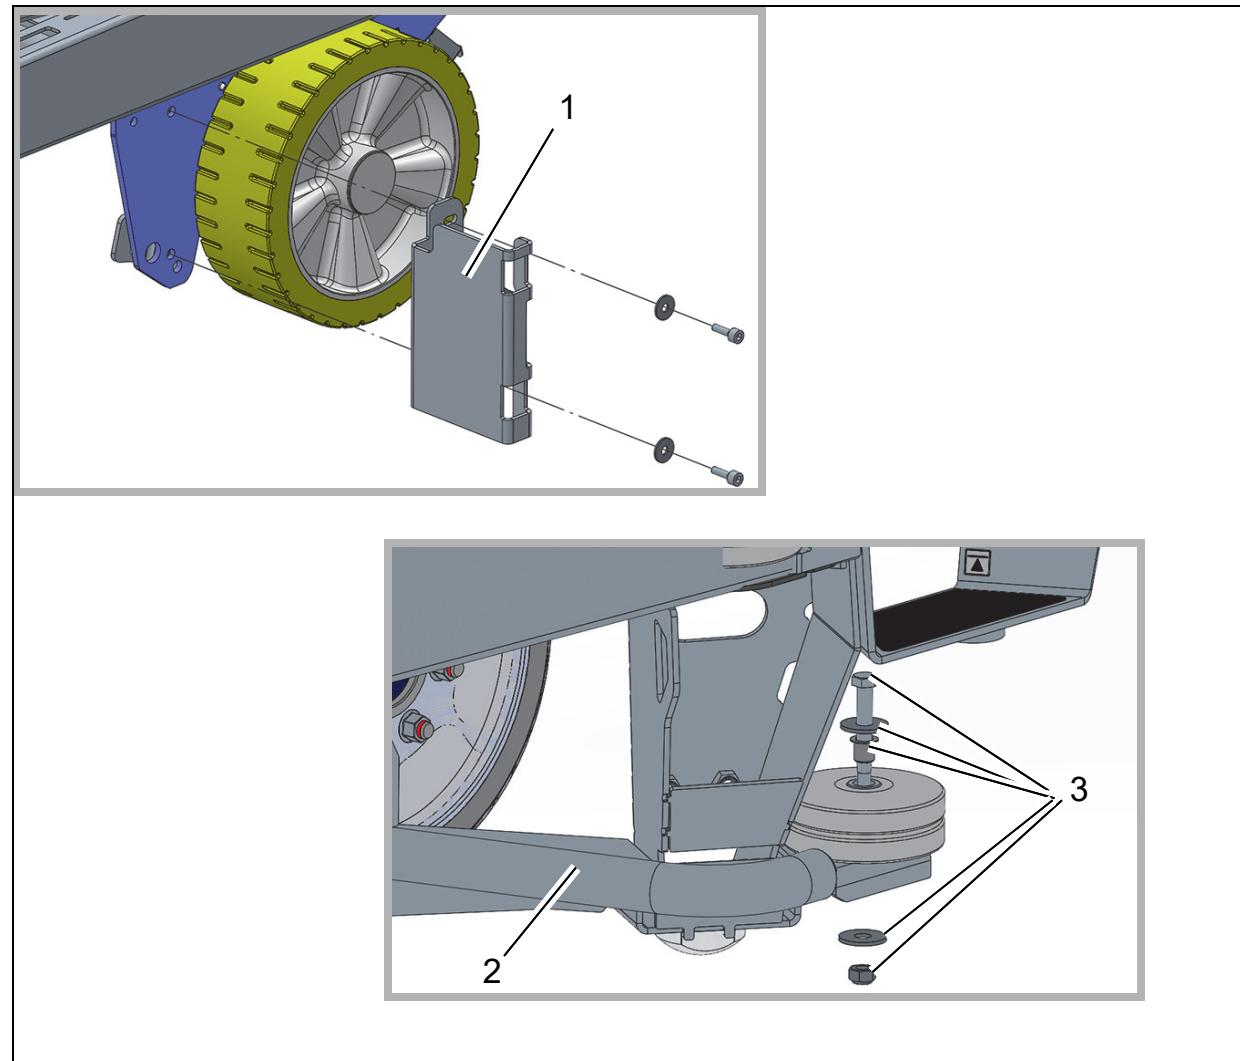

Abb. 2
1. Vor dem linken Hinterrad den Halter li (Abb. 2/1) mit den beiden Zylinderschrauben und Scheiben montieren .
Am vorhandenen vorderen Anfahrschutz (Abb. 2/2) beidseitig die Rollensicherung (besteht aus: Sechskantschraube, 2 Scheiben, Buchse und Mutter) demontieren (Abb. 2/3). Demontierte Teile werden nicht mehr benötigt.